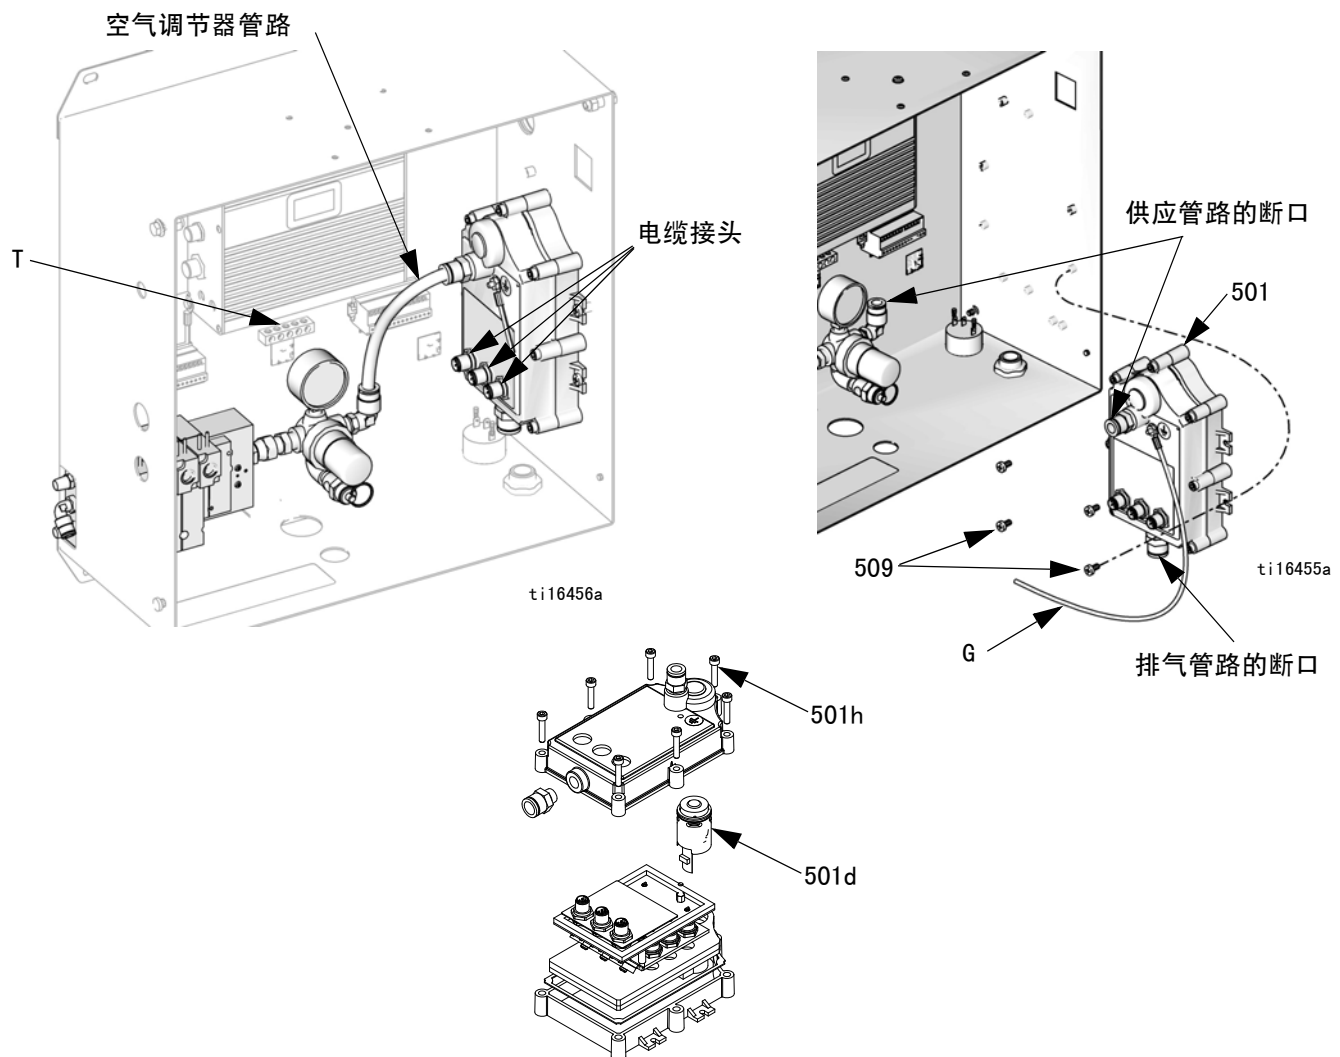

图 9. 拆卸交流发电机模块（及涡轮）
3. 参见图 9。将输出电源电缆接头从交流发电机模块 (501) 上断开。将接地线 (G) 从控制箱接地端子 (T) 上断开。
6. 从安装架上拆卸四个螺丝 (509)，将交流发电机从控制箱上卸下。